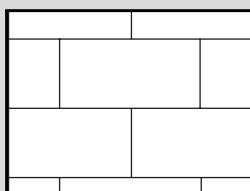

Fig. 4b
- Empiece la segunda fila introduciendo la lengüeta en la ranura sujetando la plancha en ángulo (aproximadamente 30°) continúe golpeando firmemente la plancha/azulejo en la ranura de la primera fila. Instale el siguiente tablón/azulejo juntando la lengüeta y la ranura por el lado largo (Fig. 3). Los azulejos y tablones deben instalarse "desplazadas", de modo que las cuatro esquinas nunca se junten (Fig. 4a y Fig. 4b).